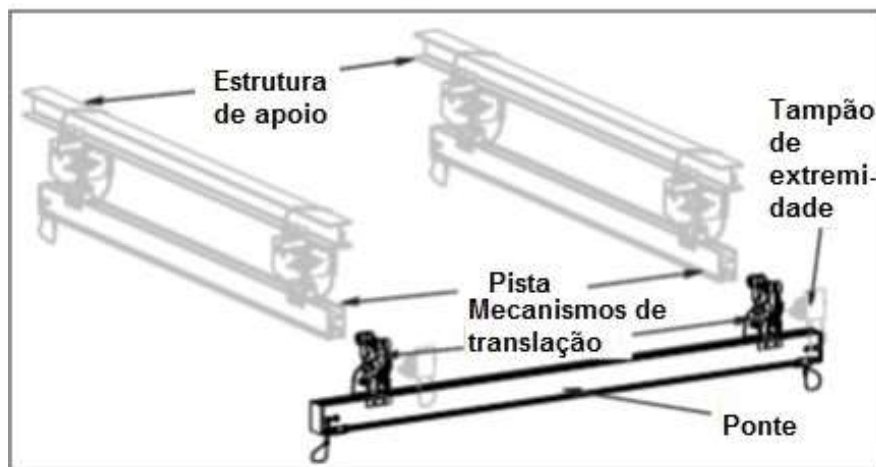

Figura 3-2
- Etapa 3. Deslize os mecanismos de translação para dentro do canal de suporte no trilho da ponte conforme as instruções. Consulte a Figura 3-2. Consulte a seção “Mecanismos de translação” deste manual, página 3-21.
- Etapa 9. Instale os tampões de extremidade e os batentes. Consulte a Figura 3-2. Consulte a seção “Tampões de extremidade e batentes” deste manual, na página 3-18.